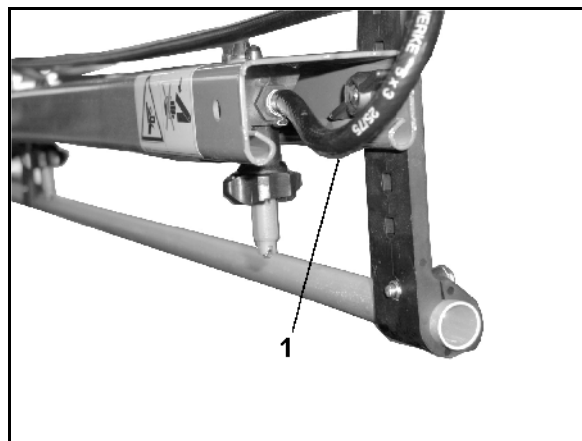

Bild 105
- möjliggör ett ständigt omlopp av vätska i sprutledningen när tryckomloppssystemet är inkopplat. För detta har varje delbredd utrustats med en spolanslutningsslang (Bild 105/1).
- en spolanslutningsslang (Bild 105/1) per delbredd.